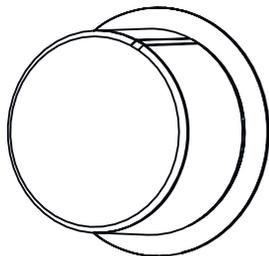

Fig. 17: Pulsante on
- Premere verso l'interno per far uscire il pulsante e poi regolare (Fig. 17).